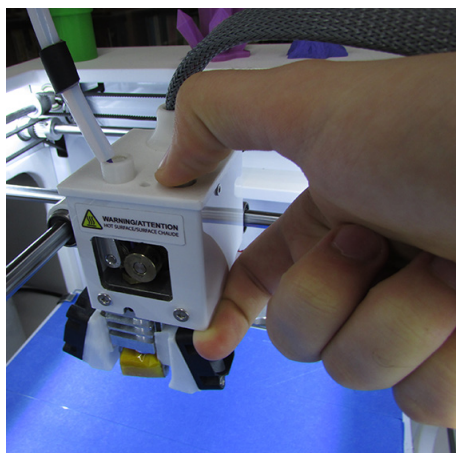

Fig. 4
4. Lors de l'étape 3, appuyer fermement en dessous et sur le bouton situé sur la tête de l'imprimante (Fig. 4);